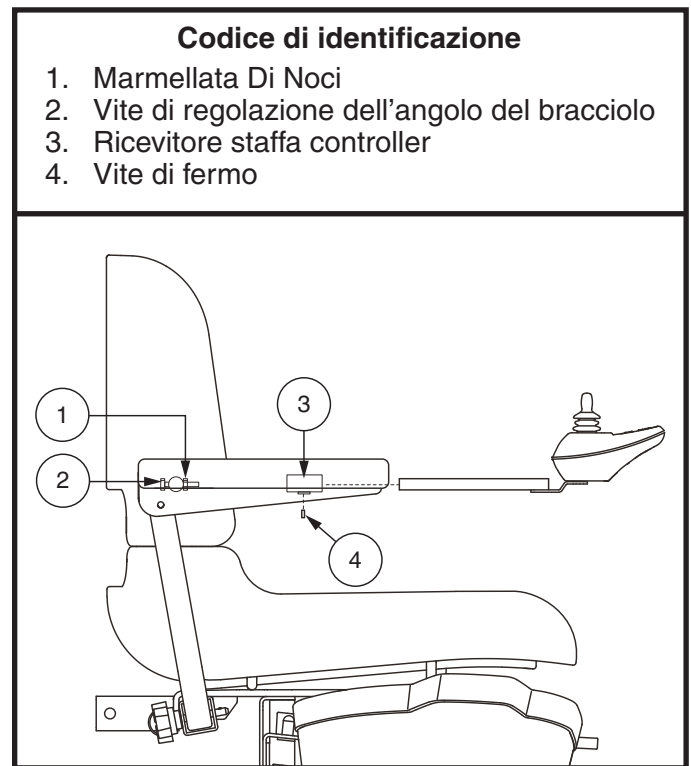

Figura 11. Posizione della centralina
3. Alzare il bracciolo e allentare la vite di fermo. **Vedere figura 11.**